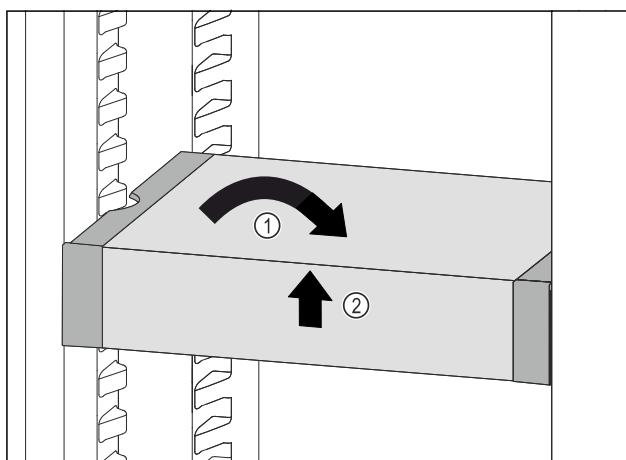

Fig. 90
- Изправете VarioSafe. Fig. 90 (1)
- Повдигнете VarioSafe отпред. Fig. 90 (2)